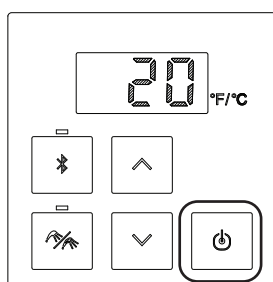

Fig. 2
3. Premere il tasto '**ON/OFF**' per confermare il gas di alimentazione G20 (Fig. 2). Per cambiare gas di alimentazione, proseguire con il punto successivo.